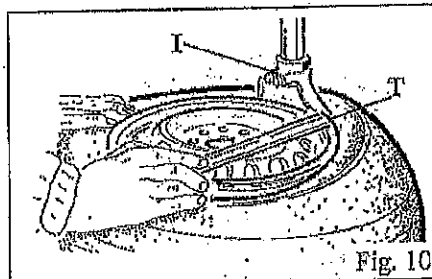

Fig. 10
- Abbassare il braccio operante (M) sino ad appoggiare l'utensile integrale (I) sul bordo del cerchio e bloccarlo con la leva (K). In questo modo abbiamo bloccato il braccio in senso verticale. Ora occorre allontanare manualmente la torretta dal cerchio (circa 2 mm.), agendo sul volantino posto nella parte sinistra del palo orizzontale.
- Con l'aiuto della leva (T), infilata fra tallone e la parte anteriore della torretta integrale (I), portare il tallone del pneumatico sopra la torretta stessa (Fig. 10) N.B: per evitare di danneggiare l'eventuale camera d'aria, è consigliabile fare questa operazione con la valvola circa 10 cm. a destra della torretta
- Mantenendo la leva in questa posizione, far ruotare il piatto (Y) in senso orario tenendo premuto il pedale (Z) fino alla completa fuoriuscita del pneumatico dal cerchio.